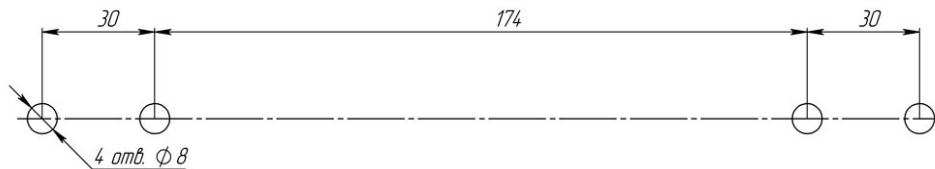
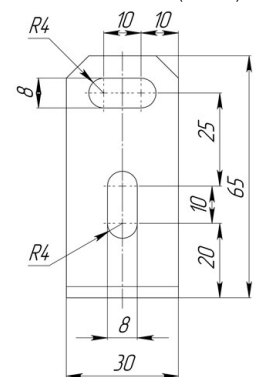

Рис. 5
Рис. 6
6.7.4 Просверлить отверстия под монтаж светильника согласно карте отверстий (Рис. 5), с учетом карты отверстий крепления потолочного (Рис. 6).